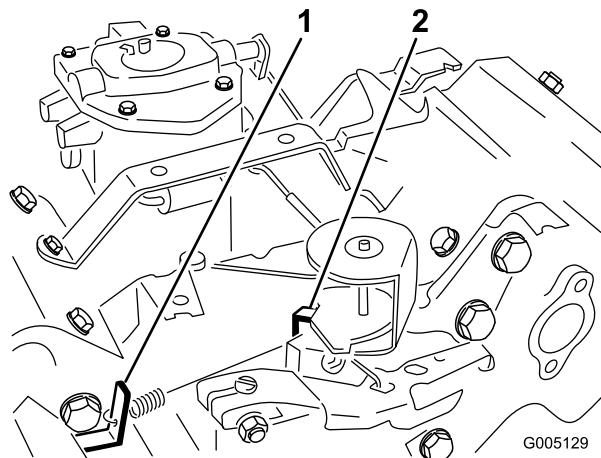

図 47
- 調速アイドルスプリングアンカーの耳(図 47)を曲げて、エンジン速度を 1650 ± 100 RPM に調整する。タコメータで速度を確認のこと。
高速アイドルスプリングアンカーの耳(図 47)を曲げて、エンジン速度を 2850 ± 50 RPM に調整する。